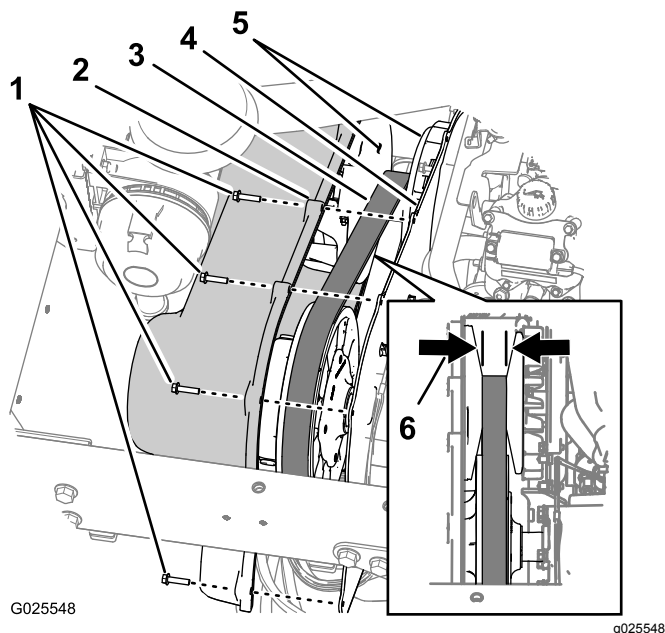

Рисунок 71
1. Выверните 9 болтов с шестигранными головками с буртиком (1/4 x 1 дюйм), которые крепят крышку коробки передач к монтажной пластине коробки передач (Рисунок 71).
2. Сдвиньте крышку вперед, чтобы можно было увидеть ремень привода (Рисунок 71).
3. Проверьте конические плоские грани первичной муфты сцепления на отсутствие признаков повреждений (Рисунок 71).
4. Проверьте ремень привода, нет ли недостающих или поврежденных зубцов (Рисунок 71).
5. Измерьте ширину ремня и запишите ее (Рисунок 71).
Примечание: Если ширина ремня составляет 29,5 мм или меньше, замените ремень (Рисунок 71).
6. Совместите отверстия в крышке коробки передач с отверстиями в монтажной пластине (Рисунок 71).
7. Прикрепите крышку к монтажной пластине (Рисунок 71) с помощью 9 болтов с шестигранными головками с буртиком (1/4 x 1 дюйм), снятых при выполнении пункта 1, и затяните болты с моментом от 10,2 до 12,4 Н·м.